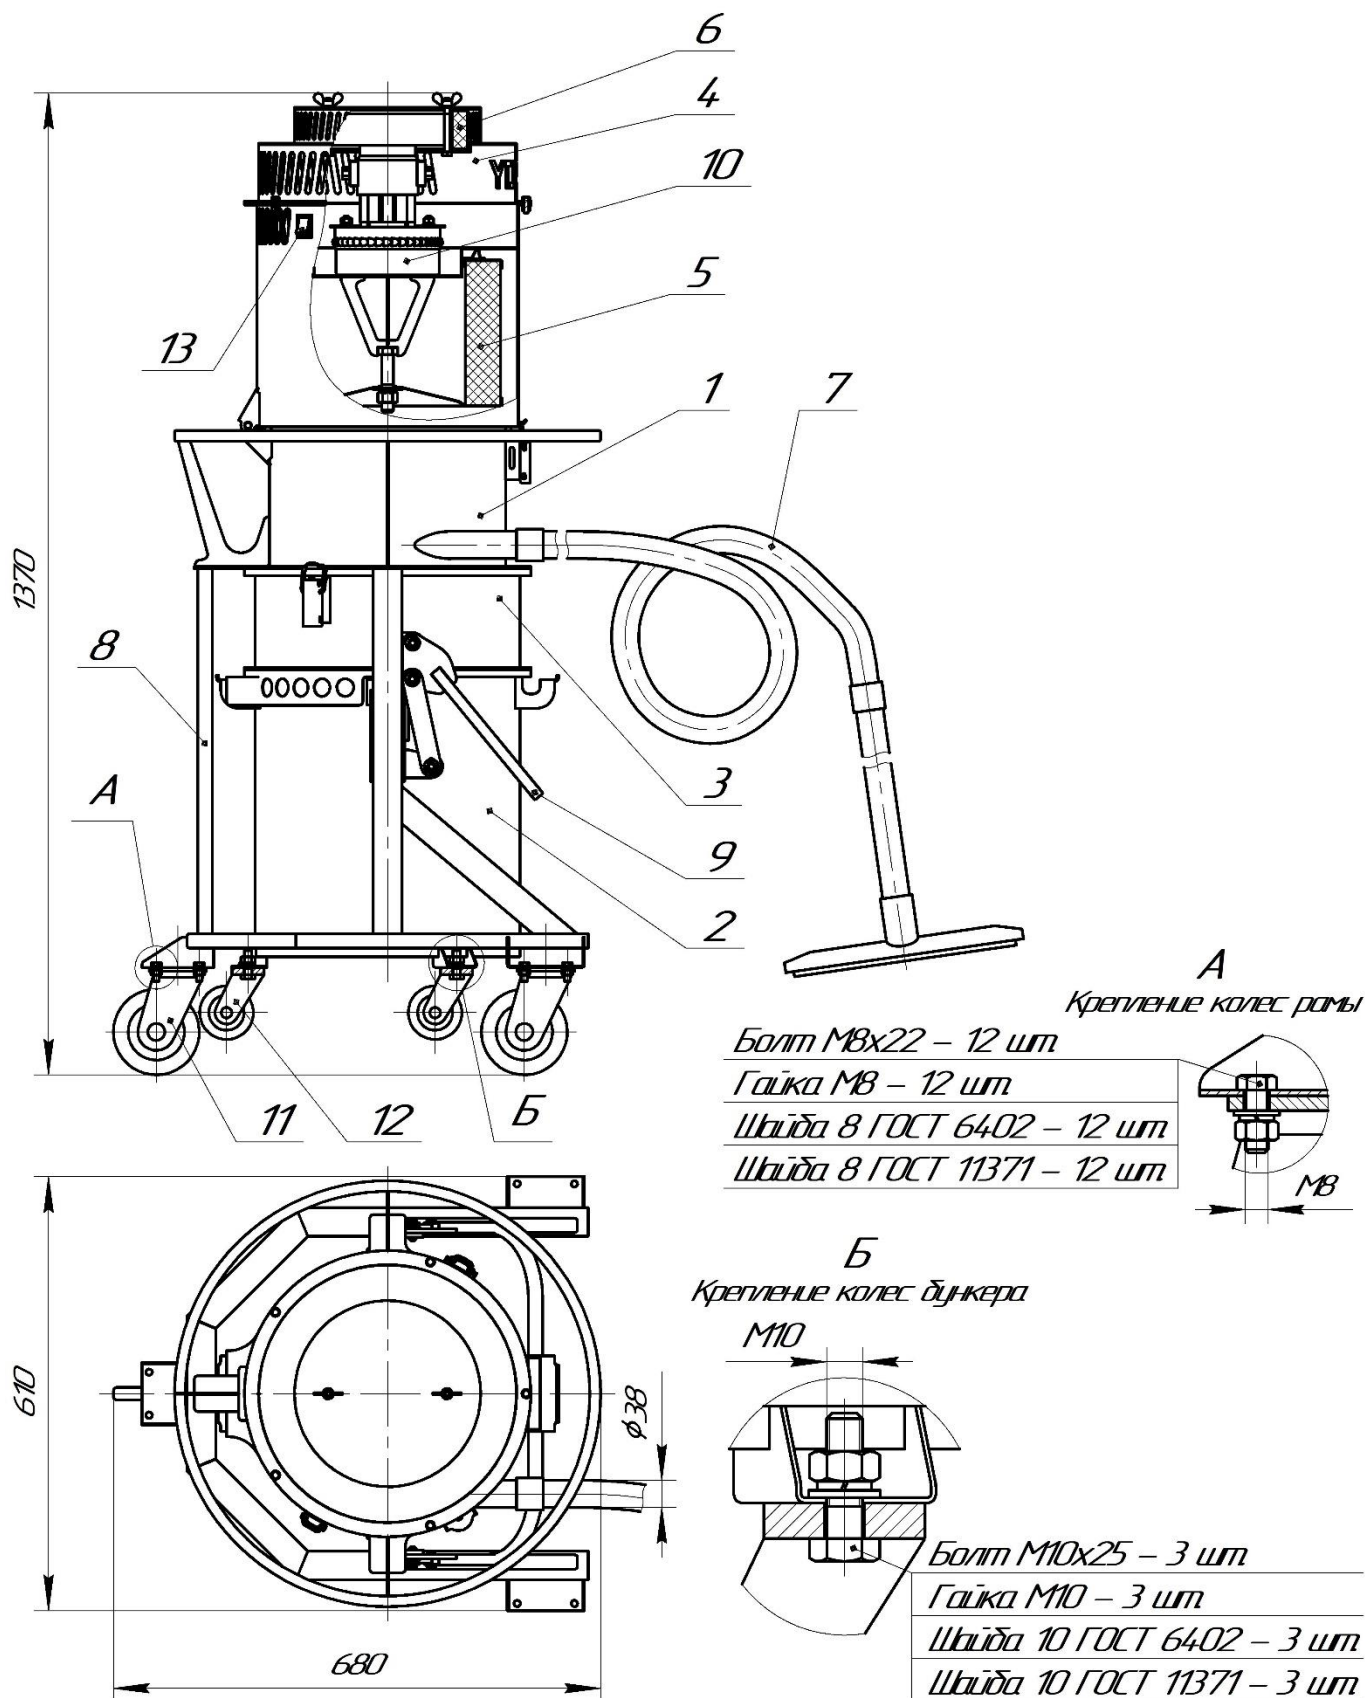

Рисунок 1 – Общий вид промышленного пылесоса ПП-Т1
2.1. Общий вид и габаритные размеры пылесоса ПП-Т1 приведены на рис.1.
3.1. Пылесос ПП-Т1 (рис.1) состоит из следующих составных частей: